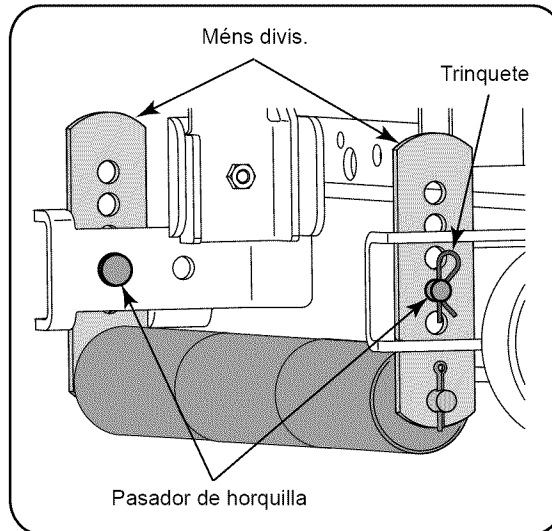

Figura 14
- Mientras sostiene el montaje de los rodillos, extraiga el trinquete y retire el pasador de horquilla de la ménsula divisora tanto derecha como izquierda. Vea la Figura 14.
- Alinee los orificios más cercanos de la ménsula divisora con los orificios de las ménsulas de montaje de la plataforma. Inserte el pasador de horquilla por las ménsulas de la plataforma y las ménsulas divisoras y sujételas con los trinquetes. Vea la Figura 14.